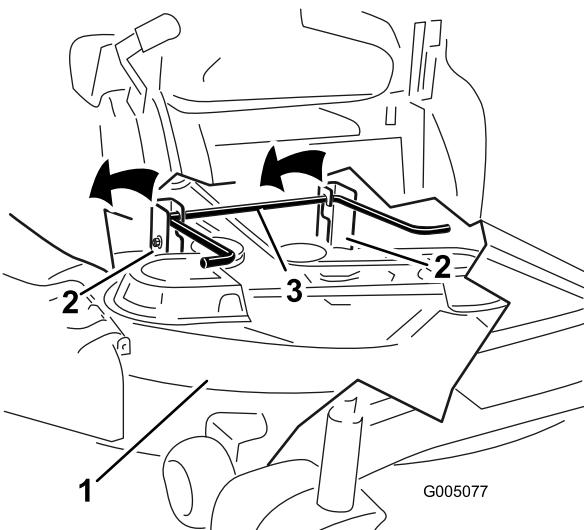

Figura 68
5. Alzate il tosaerba e i supporti di sostegno dall'asta di sollevamento posteriore e abbassate con cautela il tosaerba al suolo (Figura 68).
5. Alzate la parte posteriore del piatto di taglio e guidate i supporti di sospensione lungo l'asta di sollevamento posteriore (Figura 68).